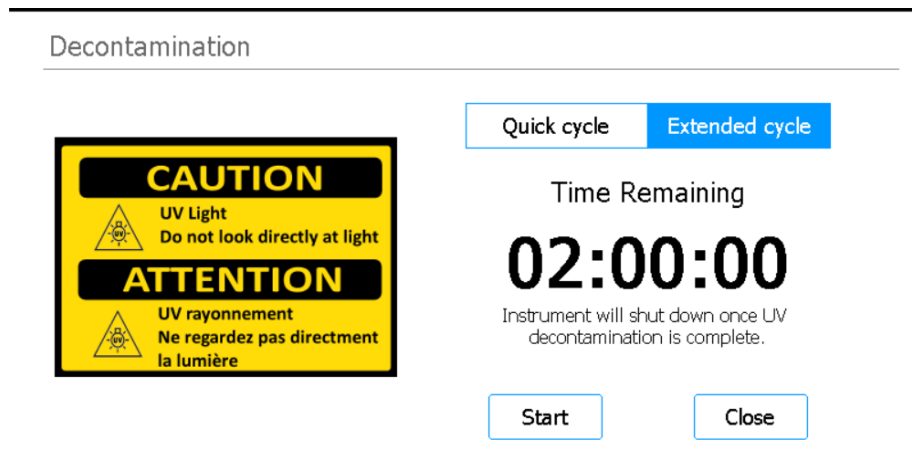

图 22 选中 Extended cycle 的 Decontamination 屏幕
- 3 在屏幕顶部，选择 **Extended cycle**，如图 22 所示。